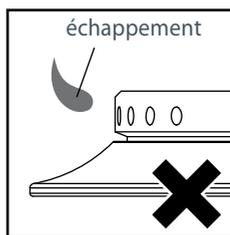

Fig.3
- En ayant pris soin d'isoler le produit de l'alimentation électrique, allumer le brûleur à l'aide d'une allumette. La flamme jaillira probablement du brûleur (voir la Fig. 3).